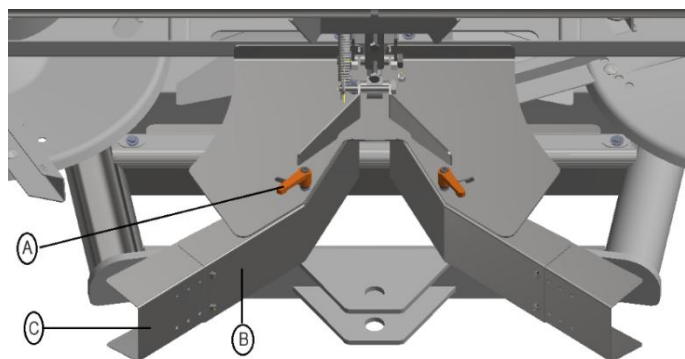

Figura 6.11 – Limitador de bordas central (posição de trabalho)
- Desde o trator, acione o Limitador de bordas central, que deverá estar inicialmente na posição recolhida, e ajuste a pala - **B** - para a posição indicada na figura (*Figura 6.11*);